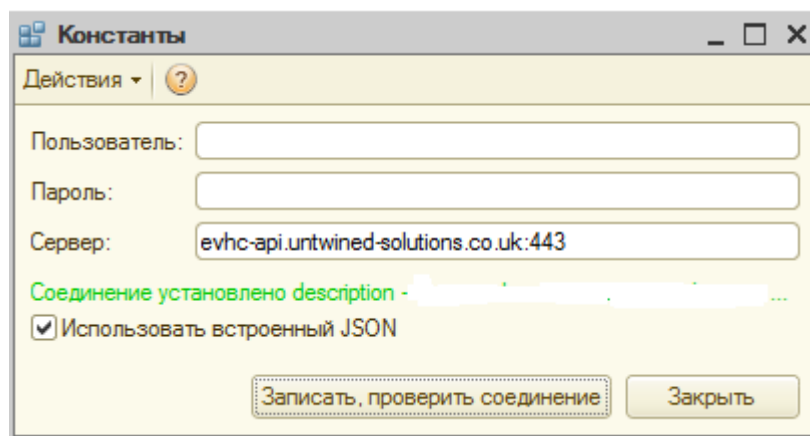

Рис.2 «Авторизация»
2.2 Авторизация. **Прочие** -> **EVHC настройка** (Рис.2) Заполняем Логин и Пароль(API Key). После чего нажимаем кнопку проверки соединения.